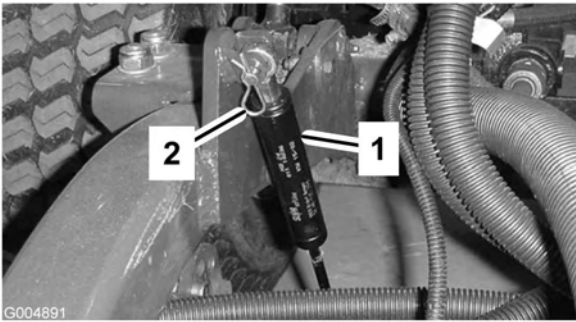

Bild 80
2. Nehmen Sie den Lastösenbolzen ab, mit denen die Stoßdämpfer an den Hubarmen befestigt sind (Bild 80). Drehen Sie die Stoßdämpfer zum Mähwerkgehäuse